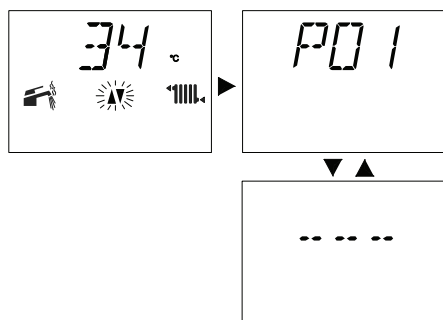

Рисунок 5.26
- Чтобы настроить коэффициент К (см. Рисунок 5.23), войдите в режим программирования, нажав и удерживая в течение 15 с кнопку сброса 5 (Рисунок 5.24), пока на ЖК-дисплее не появится параметр P01. На ЖК-дисплее последовательно отобразятся следующие символы (параметр P01 будет загораться поочередно. (Рис. 5.26)